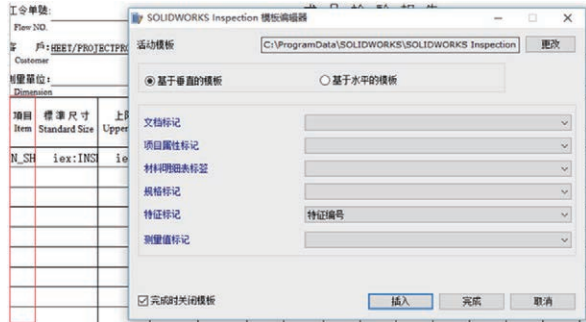

图 7 输出特征编号
(1) 首先用正常的方式设定映射内容，当前这个项目里，要求输出的是特征编号，如图 7 所示。